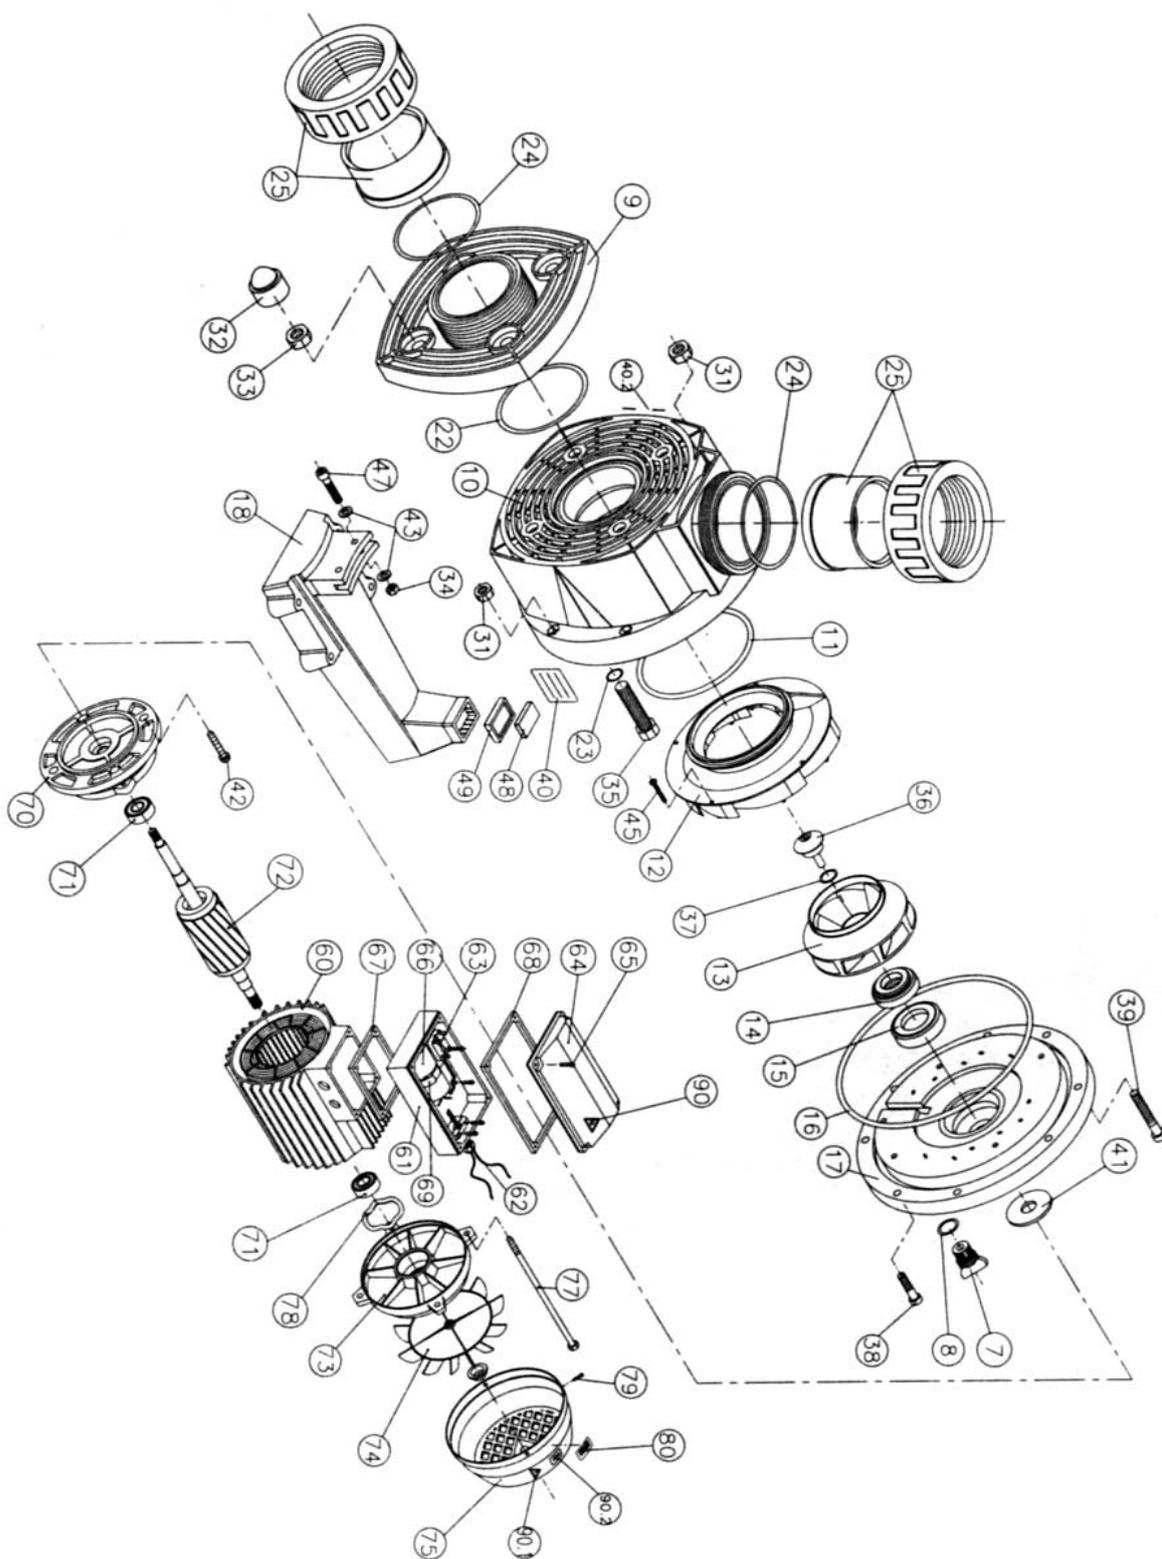

рис. 4
Убедитесь, что сила тока в двигателе не превышает значение, указанное на маркировке двигателя (80) (рис.4 стр.12); в противном случае отрегулируйте магистральный клапан.
- снять питающие кабели с клеммы (63) (рис.4 стр. 12).
При демонтаже и сборке электронасоса руководствуйтесь чертежом (рис.4, стр.9).
- собрать уплотнительные кольца (14/15) (рис. 4, стр.12), вращающуюся часть уплотнительного кольца (14) смочить водой и надеть на фланец крыльчатки (13) надавив на него, чтобы он встал на свое место.
- надеть на вал крыльчатку (13), зафиксировав ее болтом (36) и уплотнительным кольцом (37).
- чтобы фланец диффузора (12) и остальные соединительные элементы (11/16) четко встали на свое место.